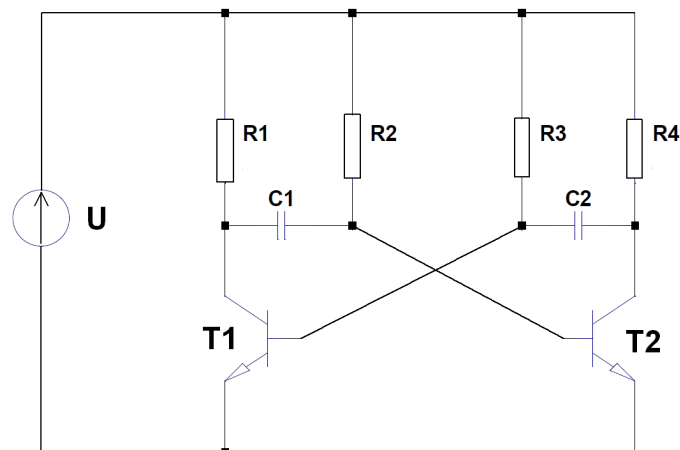

Rysunek 7 Szeregowy stabilizator napięcia
- Zaprojektować liniowy zasilacz napięcia stabilizowanego pokazany na rys. 7.